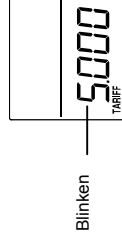

Bild 15
1. Halten Sie die TARIFF-Taste für 2 Sekunden gedrückt, um den Einstellungsmodus für --Stromtarife zu starten; die höchste Anzeigestelle beginnt zu blinken. (Bild 15)